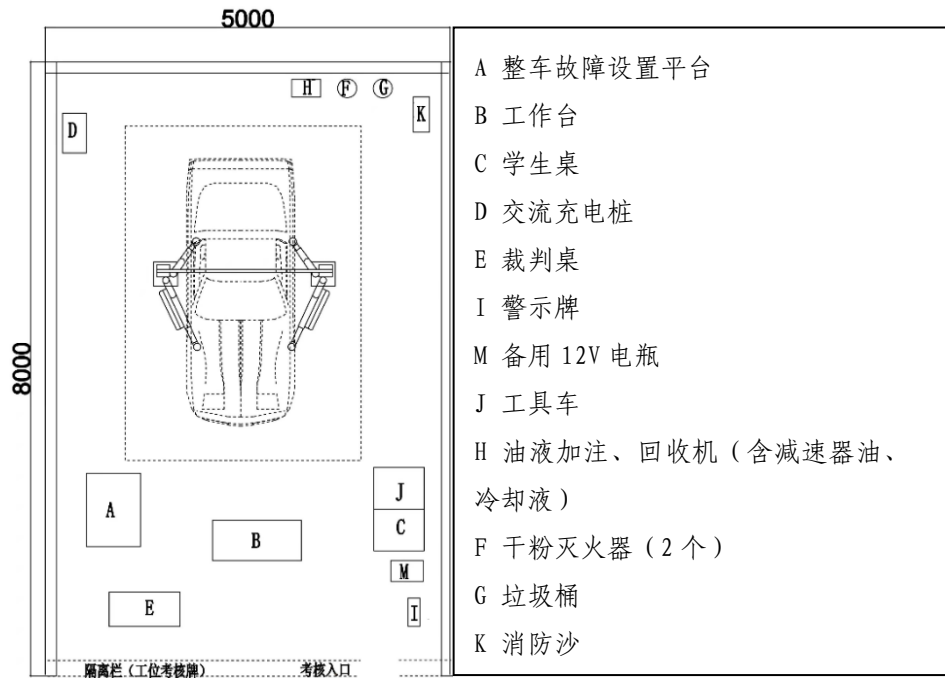
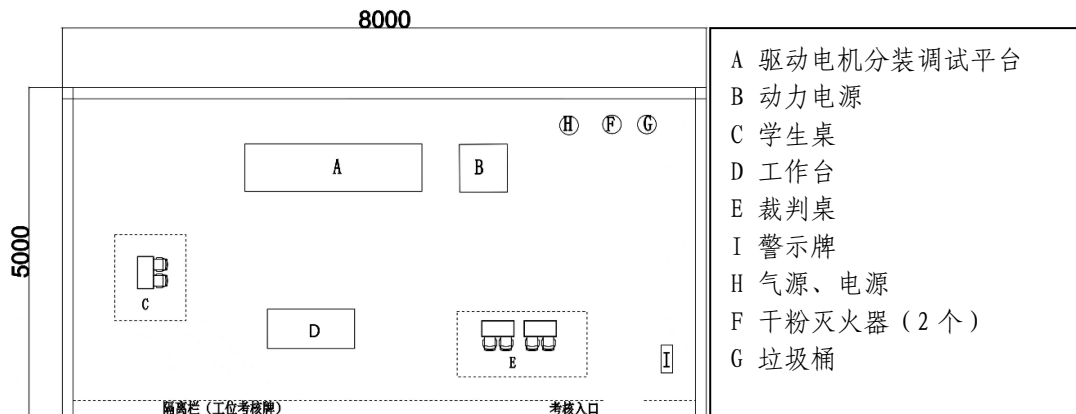

图 2 整车竞赛工位布置图（“新能源汽车简单故障诊断与排除”和“新能源汽车维护与动力蓄电池检测”模块）
图 3 动力总成竞赛工位布置图（电驱动总成装调与检修模块）
3.“新能源汽车简单故障诊断与排除”和“新能源汽车维护与动力蓄电池检测”共用竞赛场地，每个工位占地面积 40 m²，提供 220V 交流电，插座带漏电保护器和接地保护，能承载功率 7kw、电流 32A 以上的负载，作业工位铺设绝缘垫；“电驱动总成装调与检修”单独设置竞赛场地，每个工位占地面积 40 m²，提供高压气源（压力不低于 300KPa），提供 220V 交流，插座带漏电保护器和接地保护，能承载功率 7kw、电流 32A 以上的负载；竞赛场地净空高度不低于 4.2m（比赛工位数量根据最后报名参赛队数量调整），实操竞赛工位布置如图 2、图 3。